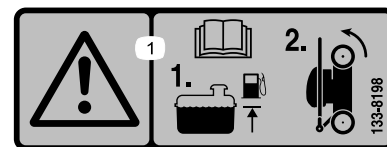

Figura 21
1. Assicuratevi che il livello di benzina all'interno del serbatoio non superi quello consigliato dal produttore del motore; fate riferimento all'adesivo applicato dal produttore direttamente sul motore (Figura 21).